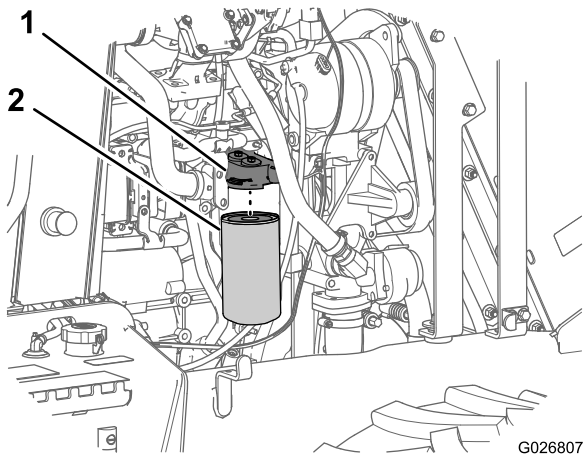

Figura 71
2. Coloque un recipiente de vaciado pequeño debajo del filtro de aceite (Figura 71).
3. Gire el filtro de aceite a la izquierda y retire el filtro de aceite (Figura 71).
7. Alinee el filtro de aceite nuevo con el cabezal del filtro de aceite, y gire el filtro a la derecha hasta que la junta del filtro entre en contacto con el cabezal del filtro (Figura 71).
8. Apriete el filtro de aceite a mano de 3/4 a 1 vuelta completa más (Figura 71).